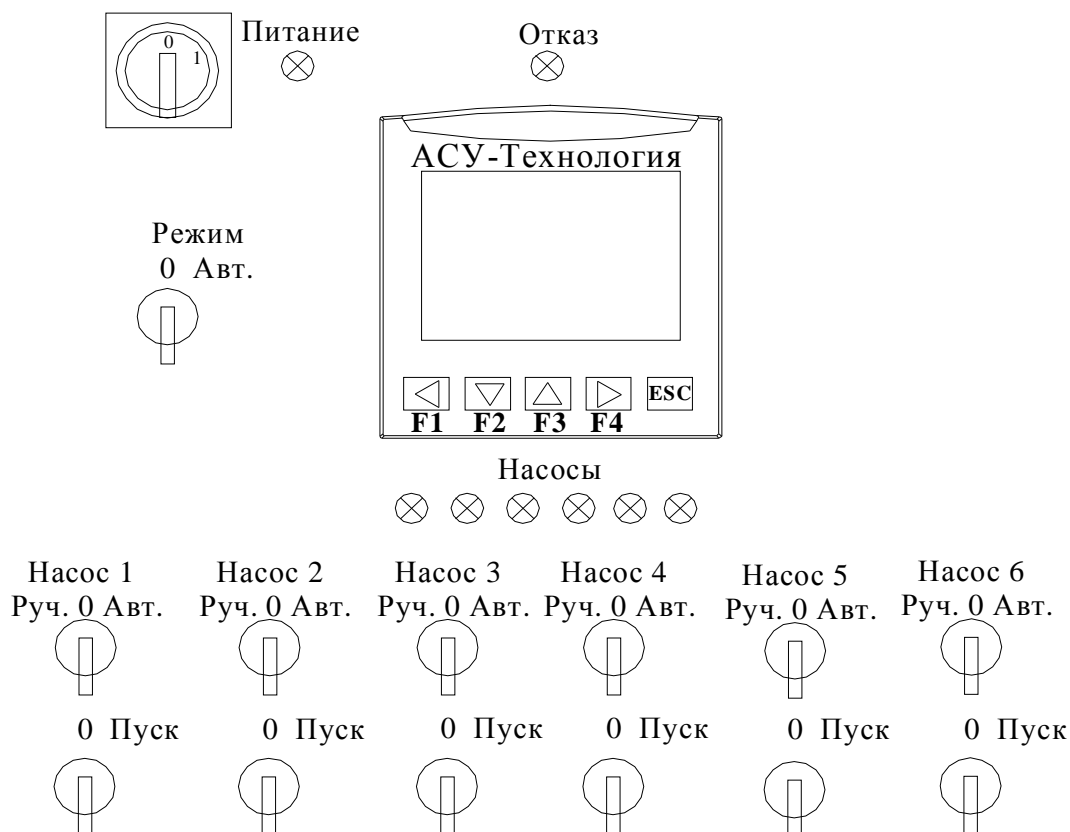

Рис. 6.1. Система управления и индикации КРН серии 35 «профи»
Система управления и индикации комплекса регулирования представлена на рис. 6.1.
**Режим** - включение и отключение режима автоматического регулирования от НМІ – интерфейса. Индикация кнопки производится только при включенном режиме от лицевой панели шкафа управления (рис. 6.1);
- **Режим выкл.** – выключение режима работы комплекса переключателем Режим (рис. 6.1) на лицевой панели шкафа управления;